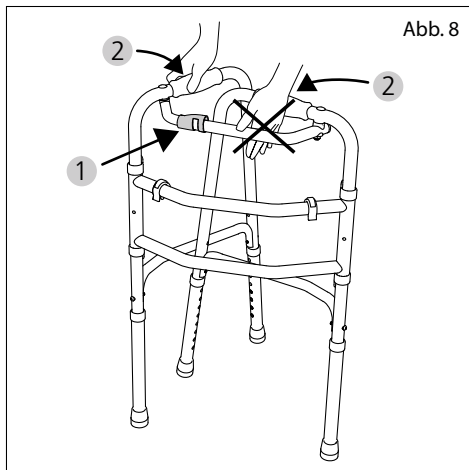

Abb. 8
2. Um die Seitenteile für die Faltung zu lösen, drücken Sie fest auf die Faltarretierung (1, Abb. 8).
3. Nun löst sich der Federstift und Sie können die Seitenteile nach innen falten (2, Abb. 8).